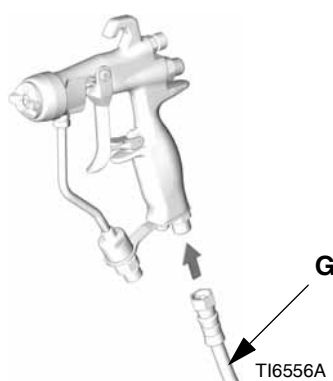

Рис. 2
5. Соедините воздушный шланг (G) с воздуховпускным отверстием пистолета 1/4 npsm. См. Рис. 2.